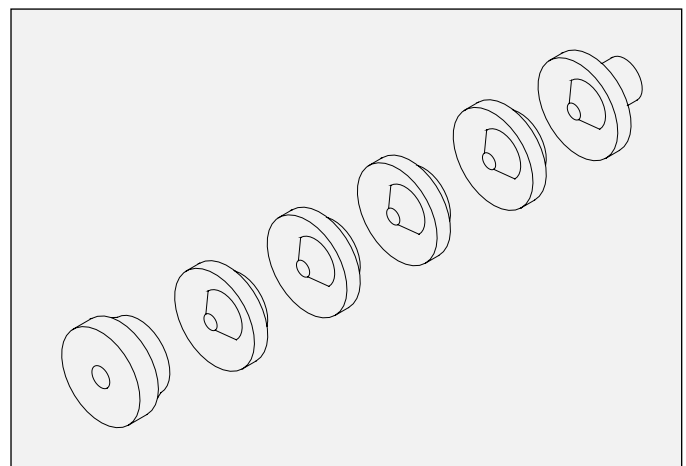

Figura 15: Montagem do vedante chevron
5. Desaperte a agulha/eléctrodo do eixo e deslize o adaptador do chevron macho, os vedantes chevron e o adaptador chevron fêmea para fora do eixo (consulte a Figura 15).